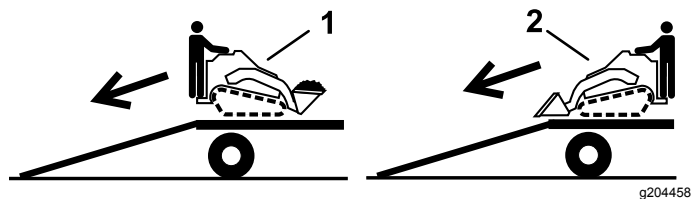

図 32
2. 機体の前後のうち重い方を上登り側にし、荷を低くして降ろす 図 32。